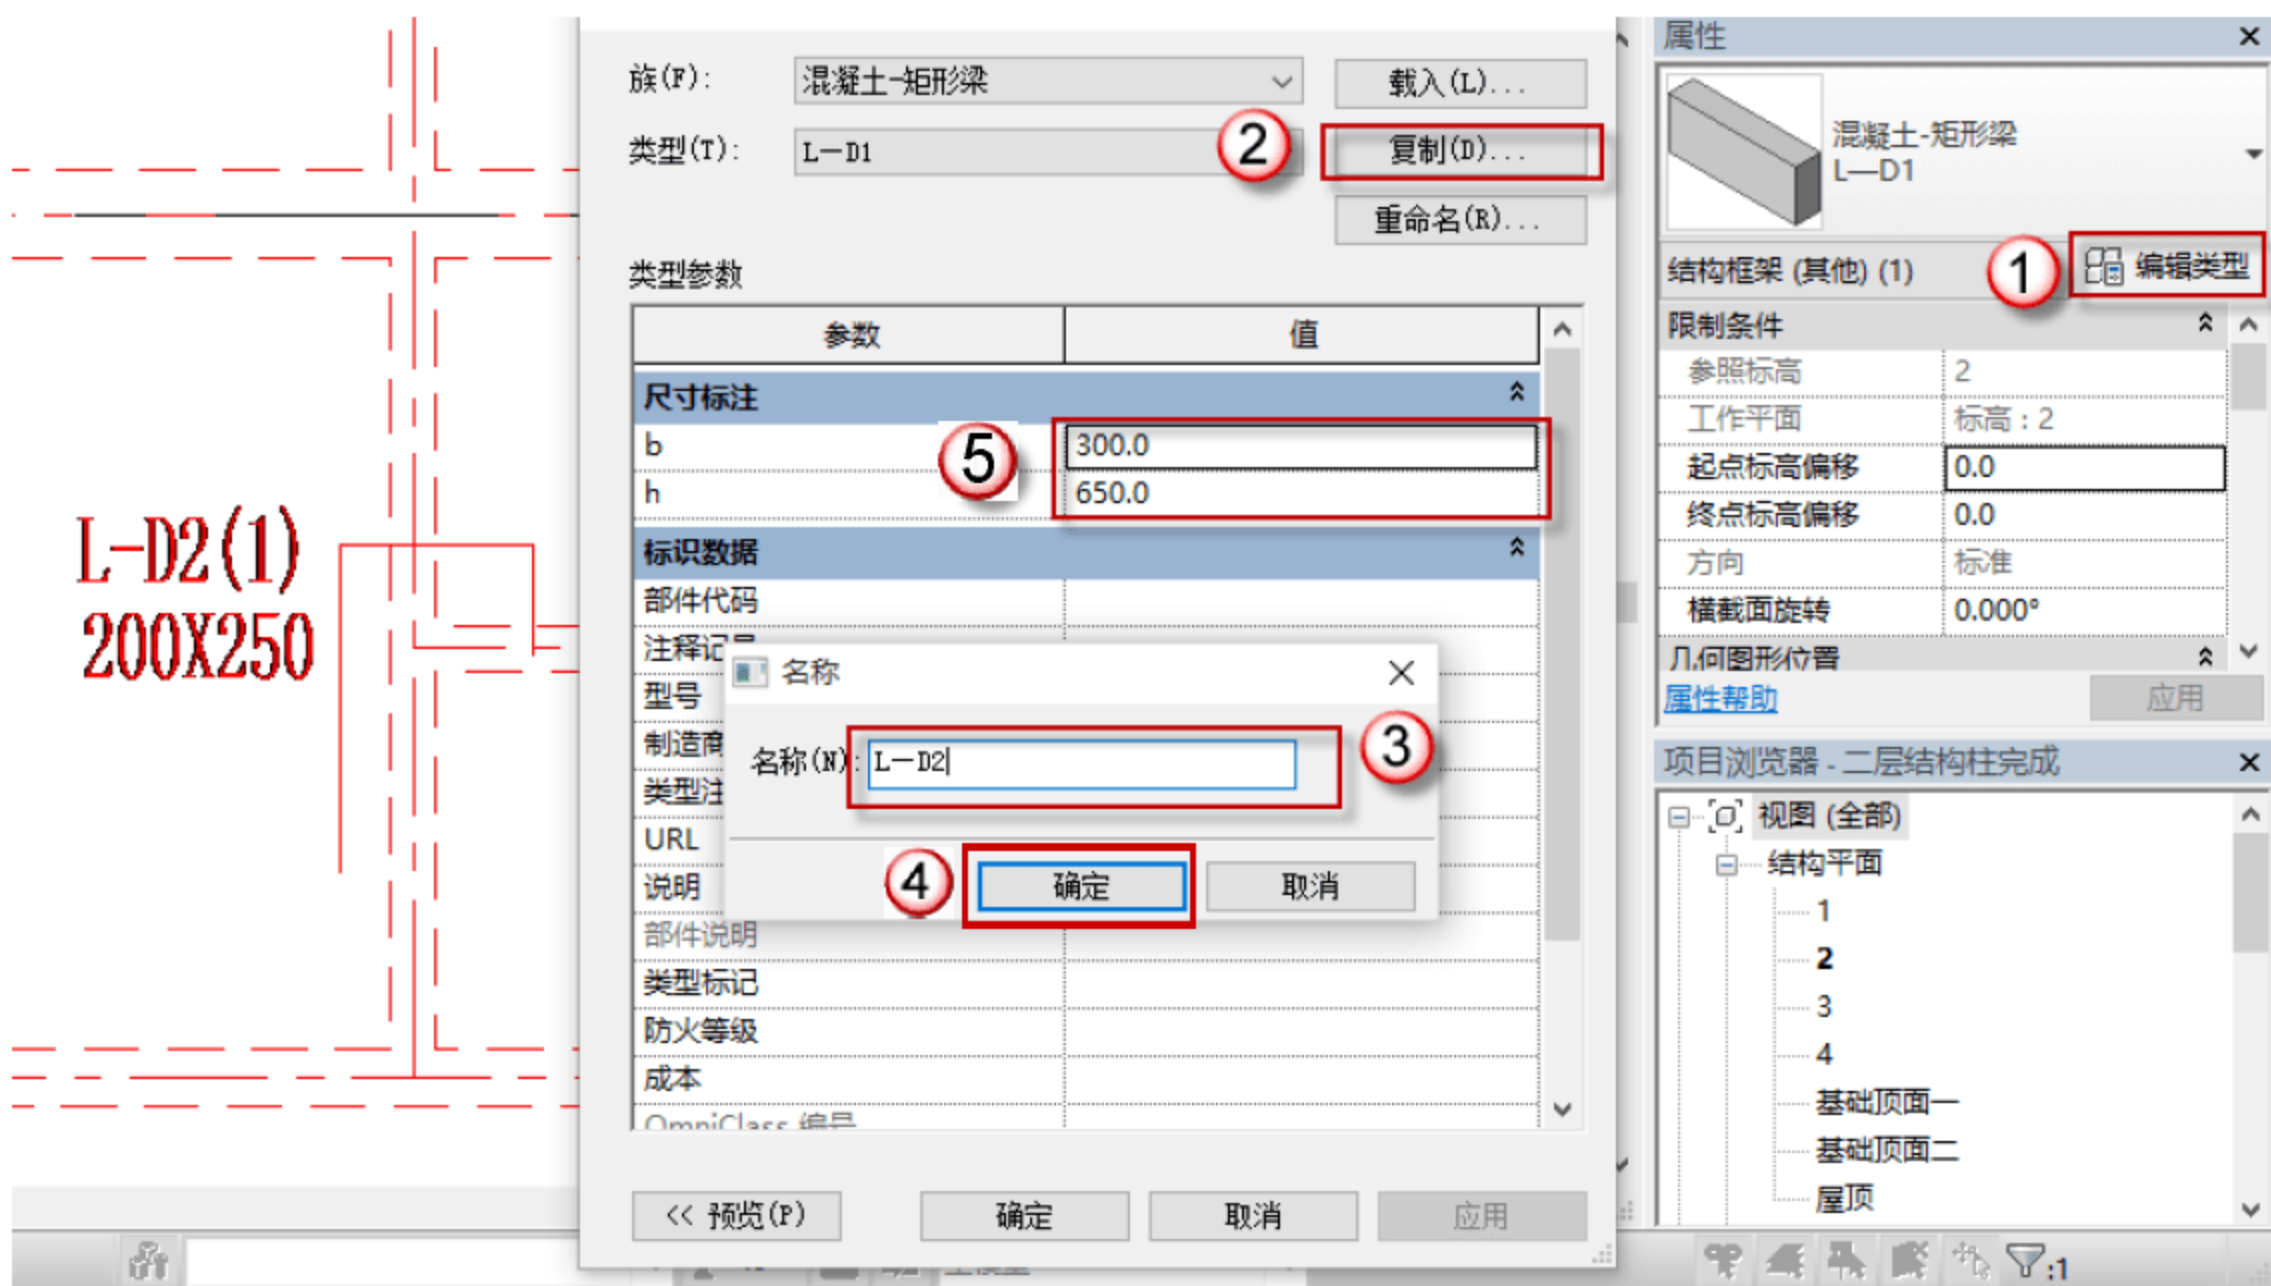

图 4.2.64 设置 L-D2 参数
(14) 设置矩形梁 L-D2 参数, 按快捷键 B+M, 出现绘制的界面, 单击“编辑类型”按钮, 在弹出的对话框中单击“复制”按钮, 再在弹出的对话框中命名新的族 L-D2, 单击“确定”按钮。在“尺寸标注”栏设置参数, 如图 4.2.64 所示。